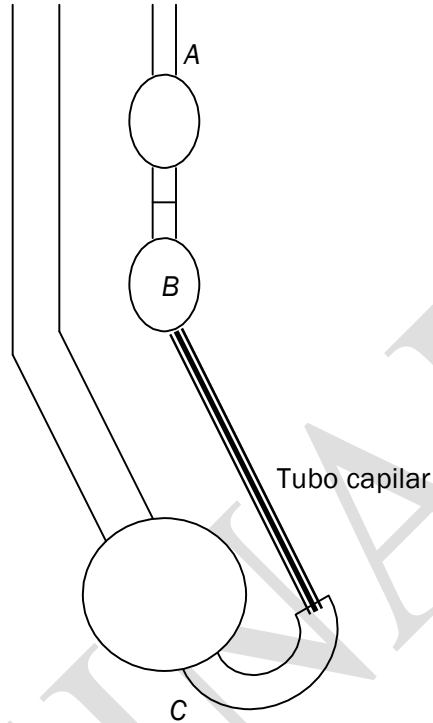

Figura 1. Diagrama de un viscosímetro de Cannon-Fenske
El viscosímetro de Cannon-Fenske consta de un tubo capilar inclinado con dos bulbos superiores en serie aguas arriba (bulbos A y B) y un bulbo aguas abajo (bulbo C), como se muestra en la Figura 1. El líquido se introduce por el extremo amplio hasta llenar unas $\frac{3}{4}$ partes del bulbo inferior. Con una perilla se succiona el líquido por el extremo de los dos bulbos en serie hasta que su nivel superior se encuentra llenando el bulbo A, en tanto que su nivel en el bulbo inferior (C) está cerca del fondo del mismo. Se retira la perilla para provocar un flujo por gravedad. Se mide el tiempo en el que se vacía el bulbo B desde su marca superior hasta su marca inferior. Este tiempo nos permite determinar el coeficiente de viscosidad del líquido.